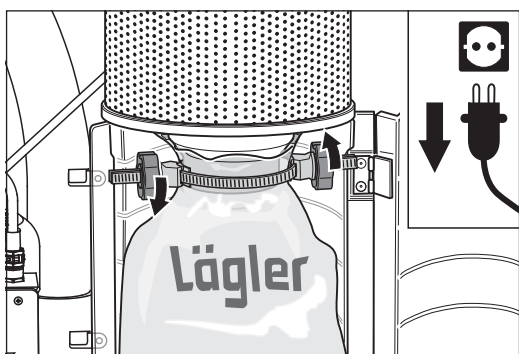

Fig. 17 Enfilez la bande filetée MultiClip et vissez soigneusement l'écrou à la main.
- 10 Placez la patte filetée du MultiClip autour du support avec le sac, enfiler la pièce de fixation et l'écrou et serrez-le (fig. 17).